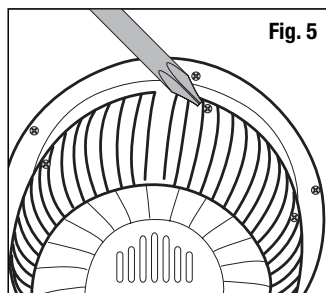

Fig. 5
- Pour enlever la grille avant : repérer les 3 vis situées au dos de la tête du ventilateur (Fig. 5).
- Retire la rejilla delantera aflojando los 3 tornillos detrás de la cabeza del ventilador (Fig. 5).